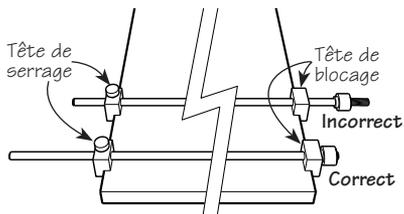

Figure 2 : Positionnement correct et incorrect des têtes de blocage
2. Glisser les têtes de serrage sur les entretoises jusqu'à ce qu'elles s'appuient contre l'autre chant du panneau. S'assurer que la partie excédentaire de l'entretoise dépasse du côté des têtes de serrage – voir la **figure 2**.